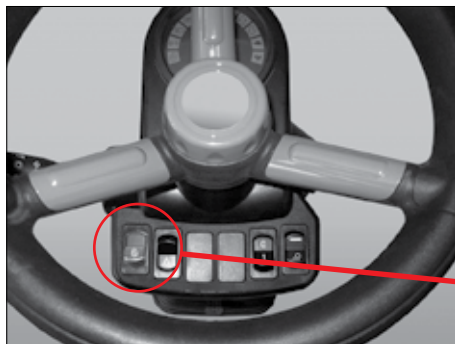

Fig. 46
- Flyt styrehåndtaget til den ekstra hydraulik til venstre (L):
- Flyt styrehåndtaget til den ekstra hydraulik til højre (R):
- Hold kontakten pos. 2 (Fig. 46) trykket ind, og flyt styrehåndtaget til den ekstra hydraulik til venstre (L):
- ▶ Kontrollér altid, at låseboltene (Fig. 46 + 48) er låst korrekt.